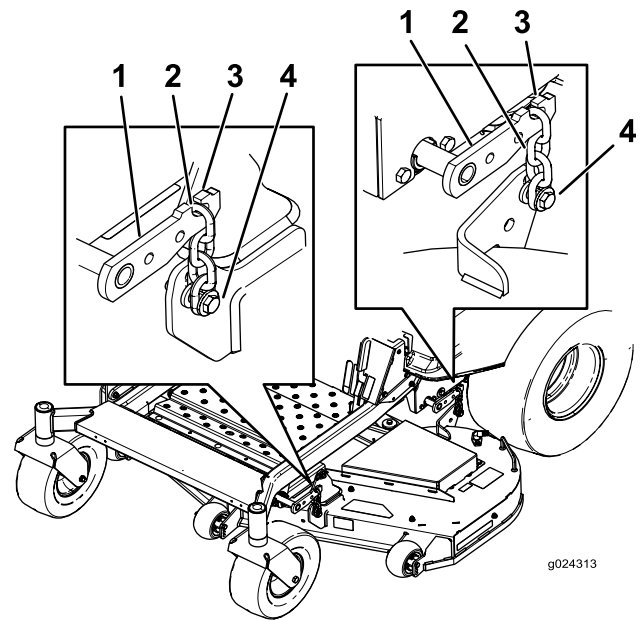

Figure 67
3. Détachez les chaînes des crochets sur les bras de levage du tablier (Figure 67).
6. Soulevez l'arrière du tablier de coupe et accrochez les chaînes aux bras de levage arrière (Figure 67).
7. Accrochez les chaînes avant aux bras de levage avant (Figure 67).